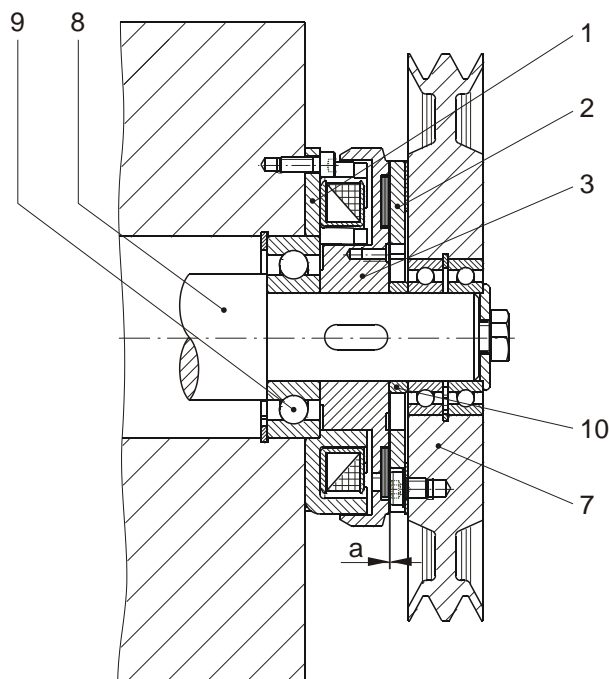
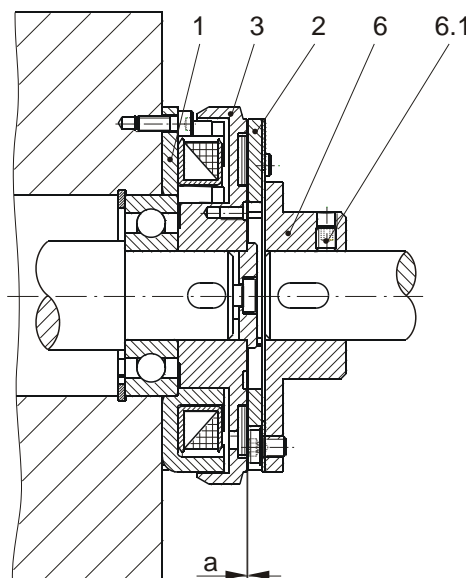

Рис. 3
Рис. 4
## Пример установки 1 (Рис. 3)
## Пример установки 2 (Рис. 4)
- Центрируется шариковым подшипником (9), Рис. 3/4.
- Ротор (3) должен быть абсолютно свободен от смазки.
В процессе эксплуатации ротор (3) должен быть зафиксирован в осевом направлении, см. пример установки Рис. 3 и 4.
- 4.1. Отрегулировать воздушный зазор "а" в соответствии с Таблицей 1 и Рис. 3/4.
- 4.2. Закрепить навесную деталь или соответственно ступицу с фланцем (6):
Осевой люфт изменяет воздушный зазор "а" и может привести к бороздкам ротора (3) на диске якоря (2) (см. пример установки Рис. 3 и Рис. 4).